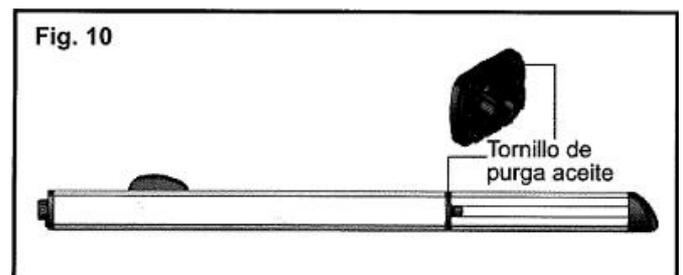

Fig. 10
F) Bloquee de nuevo el operador (fig. 10)
- quite el tornillo de purga (FIG. 10)